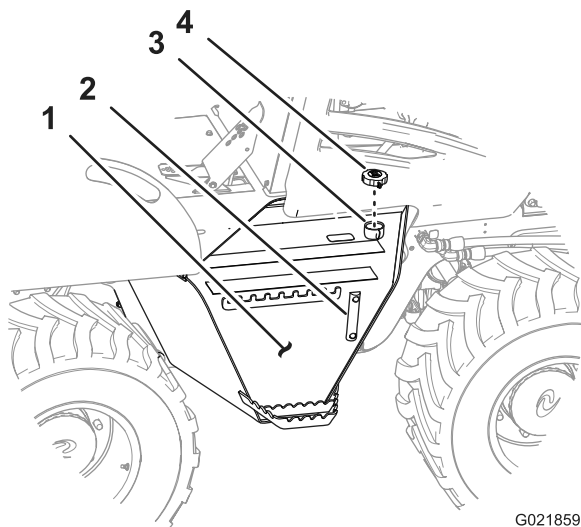

Figura 92
3. Retire el respiradero / tapón de llenado del tubo de llenado (Figura 92).